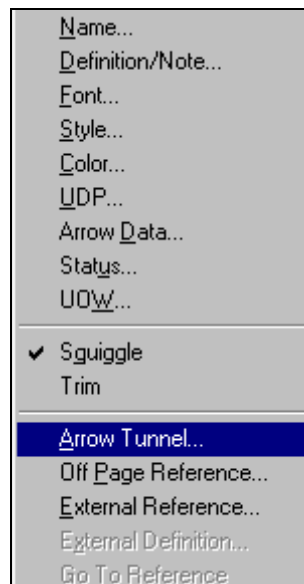

Рисунок 3.12 – Пункт меню *Arrow Tunnel*
- Щелкните правой кнопкой мыши по квадратным скобкам и выберите пункт меню *Arrow Tunnel*(рисунок 3.12);